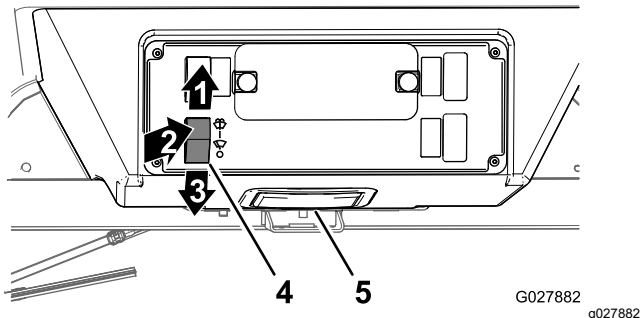

Figure 51
- Appuyez sur le haut de la commande d'essuie-glaces/lave-glace pour actionner les essuie-glaces (Figure 51).
- Appuyez sur le bas de la commande d'essuie-glaces/lave-glace pour arrêter les essuie-glaces (Figure 51).
- Appuyez brièvement sur le haut de la commande d'essuie-glace/lave-glace pour appliquer le liquide lave-glace sur le pare-brise (Figure 51).